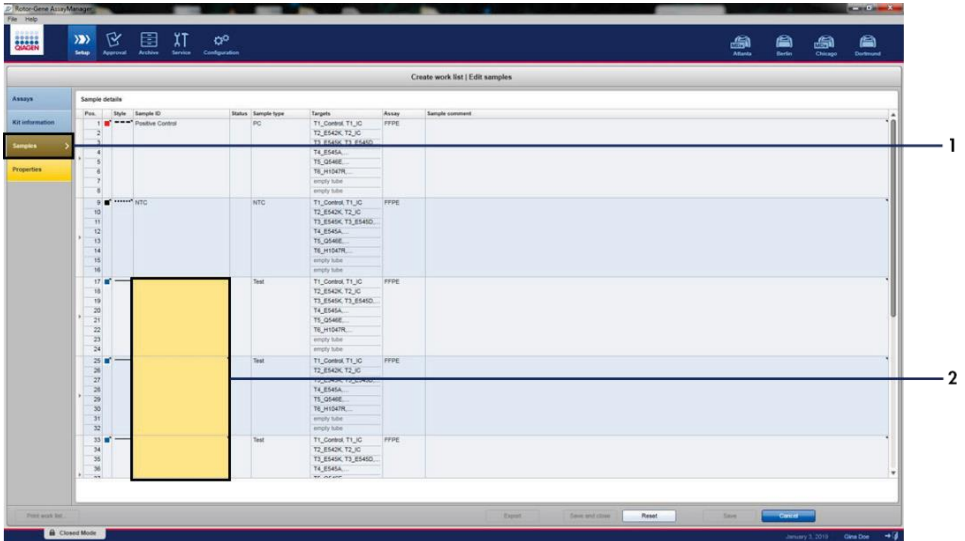

Ilustración 10. Ventana principal "Create work list" (Crear lista de trabajo). 1 = Pestaña "Samples" (Muestras), 2 = Introducción de los nombres de muestra.
18. Haga clic en la pestaña "Samples" (Muestras) para introducir la información de la muestra. Introduzca los nombres de muestra manualmente (Ilustración 10).